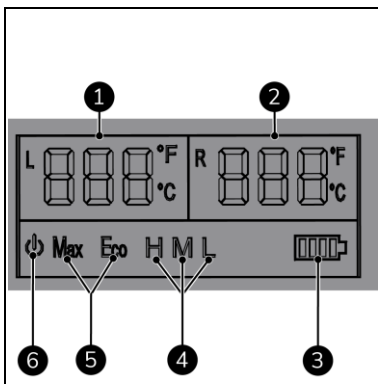

Figura 6
- Temperatură (Figura 6, poziția 1 și 2) arată temperatura setată sau curentă în caseta din stânga sau din dreapta (Celsius sau Fahrenheit).
- Baterie (Figura 6, poziția 3) arată starea bateriei vehiculului.
- Protecția bateriei (Figura 6, poziția 4) arată modul de protecție a bateriei selectat în prezent (ridicat, mediu sau scăzut).
- Capacitate de răcire (Figura 6, poziția 5) arată capacitatea de răcire (MAX sau ECO).
- PORNIRE/OPRIRE (Figura 6, poziția 6) arată dacă aparatul este pornit sau oprit.
Atunci când aparatul este conectat la sursa de alimentare, se aprinde indicatorul luminos de pornire/oprire (Figura 6, poziția 7).